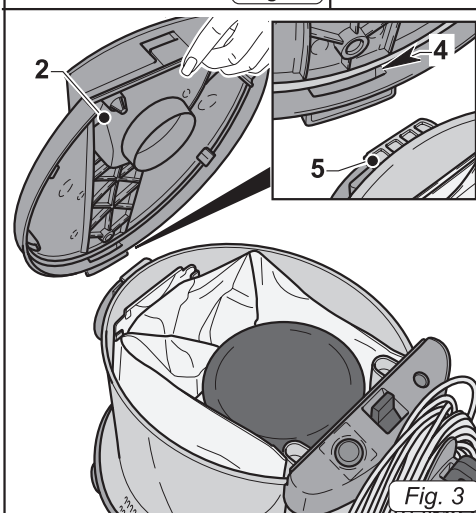

Fig. 3
- Remonter le couvercle (2 Fig. 3) en insérant l'encoche (4 Fig. 3) située sur le couvercle dans la languette (5 Fig. 4) présente sur la structure ; ensuite le pousser vers le bas jusqu'à entendre un déclic d'accrochage.